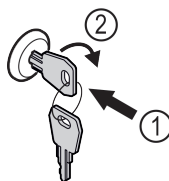

Fig. 197
- Schlüssel hineindrücken. Fig. 197 (1)
- Schlüssel um 90° im Uhrzeigersinn drehen. Fig. 197 (2)